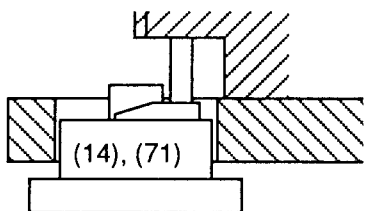

Fig. 27
- Höhe der Wickelteller (14), (71) messen (Fig. 27).
- Measure the height of the spool carrier (14), (71) (Fig. 27).